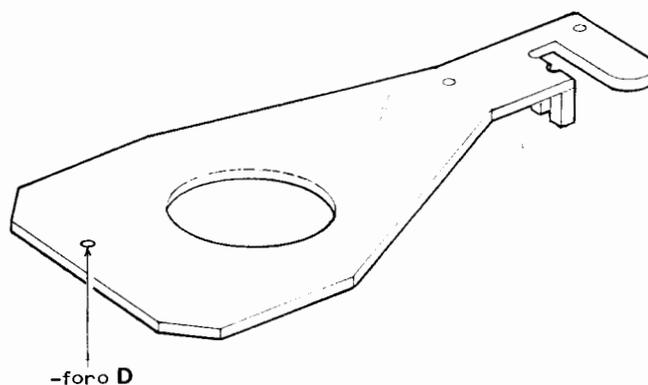

fig. 1
- GIUDICE - codice 004765G (fig. 1)